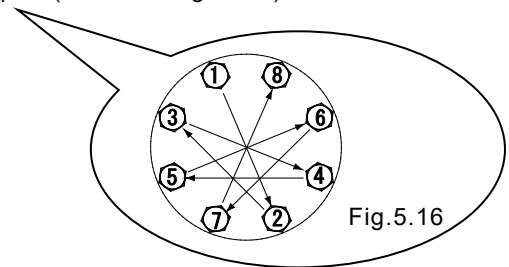

Fig.5.16
- Apriete los tornillos gradualmente en secuencia con una diagonal incluso par. (consulte Fig. 5.16)